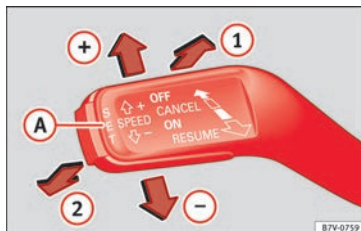

Abb. 46 Links von der Lenksäule: Schalter und Bedienelemente des GRA.
- GRA einschalten: Hebel in Position **ON** **1** »» **Abb. 46** ziehen. System wird eingeschaltet, jedoch erfolgt noch keine Regelung, da noch keine Geschwindigkeit gespeichert ist.
- GRA aktivieren: Taste **SET** **A** »» **Abb. 46** drücken. Die aktuelle Geschwindigkeit wird gespeichert und geregelt.
- GRA-Regelung vorübergehend abschalten: Hebel bis Position **CANCEL** **2** »» **Abb. 46** drücken und loslassen oder Brems- oder Kupplungspedal drücken. Regelung wird vorübergehend abgeschaltet.
1 »» **Abb. 46** ziehen und loslassen. Die gespeicherte Geschwindigkeit wird erneut gespeichert und eingestellt.
- GRA abschalten: Den dritten Hebel in die Stellung **OFF** **2** »» **Abb. 46** bringen. Das System wird abgeschaltet und die gespeicherte Geschwindigkeit gelöscht.